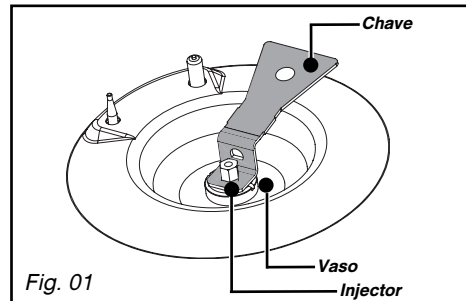

Fig. 01
- Com a chave fornecida, desaperte os injectores situados no fundo de cada vaso e depois retire-os (*Fig. 01*).